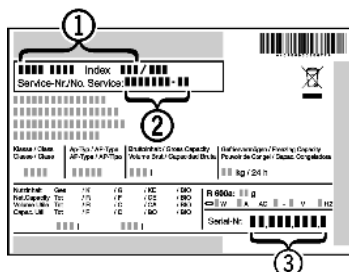

Fig. 38
- Наименование устройства Fig. 38 (1), сервисный № Fig. 38 (2) и серийный № Fig. 38 (3) считайте с заводской таблички. Заводская табличка находится внутри устройства слева.
- Обратитесь в сервисную службу и сообщите вид неисправности, наименование устройства Fig. 38 (1), сервисный № Fig. 38 (2) и серийный № Fig. 38 (3).